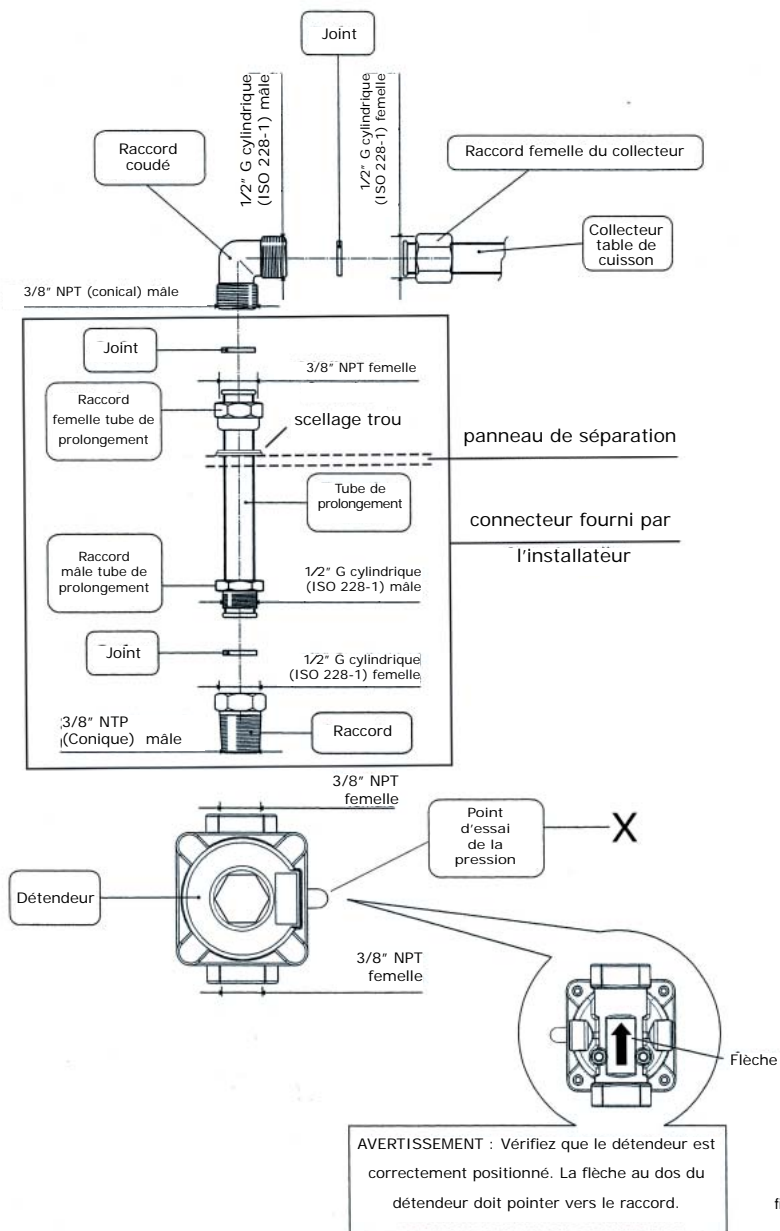

fig.5.2
### 2. Détendeur (figures 5.2)
d) La pression au collecteur doit être vérifiée à l'aide d'un manomètre ; pour le gaz NATUREL, elle doit être de 5.0" de colonne d'eau, et pour le GLP/PROPANE, de 10.0" de colonne d'eau (voir figure 5.2-X)